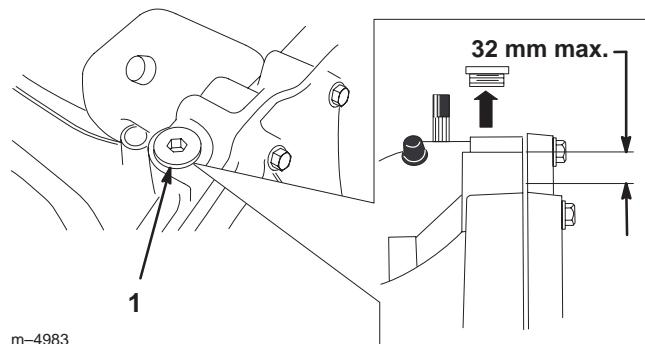

Bild 30
2. Reinigen Sie den Bereich um den Füllstutzen (Bild 30), so dass kein Schmutz in den Ölbehälter fällt, wenn Sie Öl nachfüllen müssen.
3. Entfernen Sie die Füllverschlusschraube und kontrollieren den Ölstand. Der Ölstand darf höchstens 32 mm unter der Oberseite des Fülllochs stehen (Bild 30). Füllen Sie bei Bedarf Öl nach.